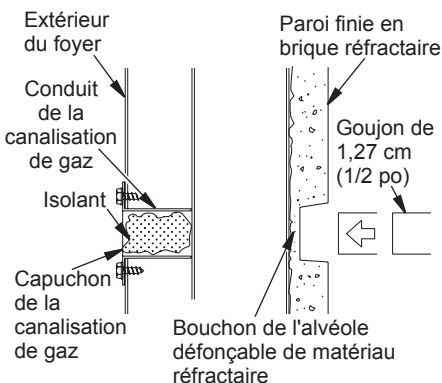

Figure 22 - Alvéole défonçable de la canalisation de gaz
1. Enlevez l'alvéole défonçable sur le mur réfractaire ou le mur de brique situé au-dessus du plancher de l'âtre réfractaire. L'alvéole défonçable doit être frappée solidement avec un objet dur comme un goujon de 1,27 cm (1/2 po) jusqu'à ce qu'elle cède. Enlevez le matériau réfractaire brisé (voir figure 22).